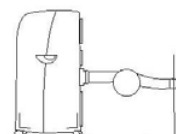

FIG. 7
- Si la gaine doit être coudée pour l'installation, procéder comme décrit ci-contre : (Fig 7)